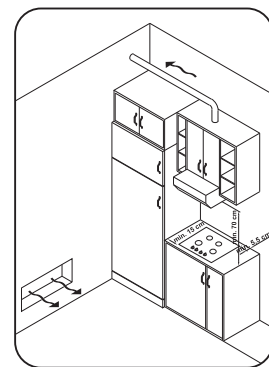

Abbildung 1
- Falls an einer Seite der Trio die Wand eines Möbels ist, muss der Abstand der Mulde zur Möbelwand mindestens 15 cm betragen (s. Abb. 1). Zwischen Küchenwand und Mulde muss ein Abstand von mindestens 5,5 cm eingehalten werden. Der Abstand zwischen der Trio und einem eventuell darüber befindlichen Element (z.B. Dunstabzugshaube) muss mindestens 70 cm betragen (s. Abb. 1).
Am oberen Ende des Zulaufschlauches sollte ein Absperrhahn angebracht sein, damit die Maschine bei Nichtgebrauch vom Wassernetz getrennt werden kann (Abb. 1). Der Geschirrspüler wird mit einem Zulaufschlauch mit 3/4" Gewinding geliefert (Abb. 2). Der Zulaufschlauch "A" muss auf den Wasserhahn "B" mit 3/4" Gewinding aufgeschraubt werden. Achten Sie darauf, dass das Gewinde fest angezogen wird.